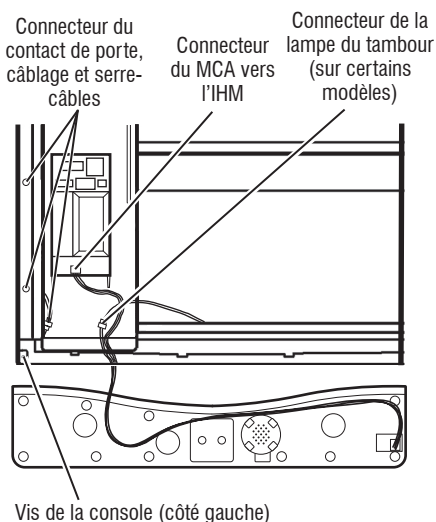

Figure 10 – Retirer la console
#### A : Retirer la console (figure 10)
2. Débrancher le câblage de la lampe du tambour (sur certains modèles) au niveau du connecteur en ligne (voir figure 10).
3. Débrancher le faisceau entre le MCA et l'IHM directement du MCA, comme indiqué à la figure 10.
6. Débrancher le connecteur du contacteur de la porte (voir figure 10, page 49).